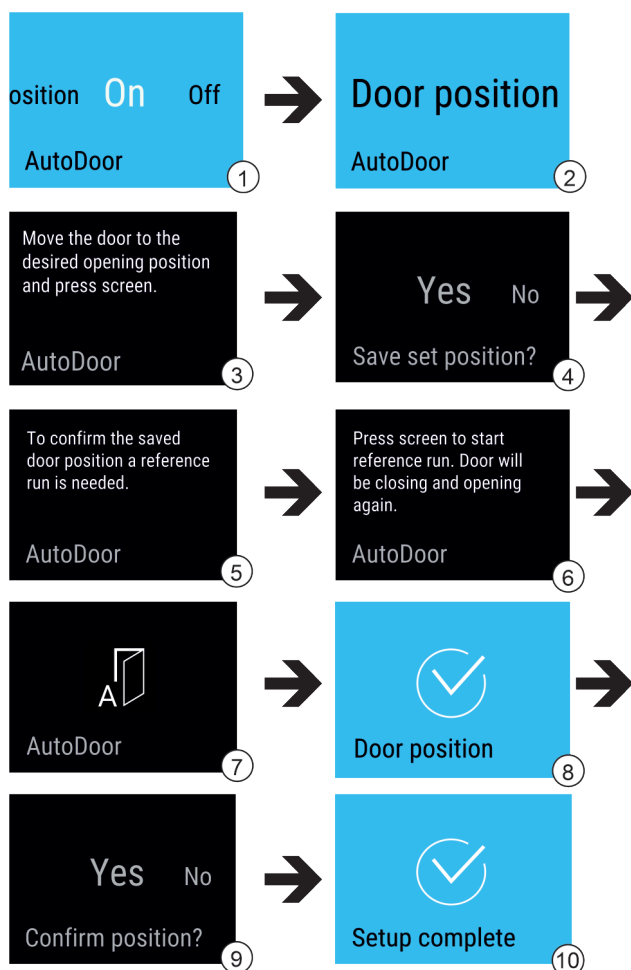

Fig. 17
- ▶ Velg funksjonen AutoDoor. Fig. 17 (1)
- ▶ Sveip på displayet til Door position vises. Fig. 17 (2)
- ▶ Konfigurere døråpningsvinkel: Åpne døren minst 70°. Fig. 17 (3)
- ▶ Bekreft døråpningsvinkelen: Trykk på meldingen på displayet. Fig. 17 (4)
- ▶ Start referansekjøring: Trykk på displayet. Fig. 17 (6)
- ▷ Displayet blinker. Fig. 17 (7)
- ▷ Referansekjøringen var vellykket: Displayet blir blått i 2 sekunder. Fig. 17 (8)
- ▶ Bekreft døråpningsvinkelen. Fig. 17 (9)
- ▷ Displayet blir blått. Fig. 17 (10)